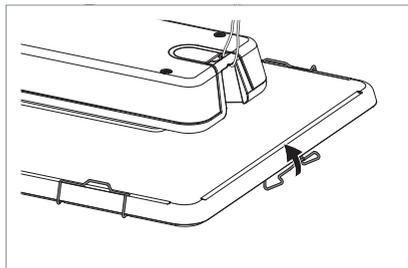

Fig. 14: Fäst skyddsglas.
- Fäst skyddsglas på armaturen genom att fälla alla sex fästklämmorna uppåt, se Fig. 14.